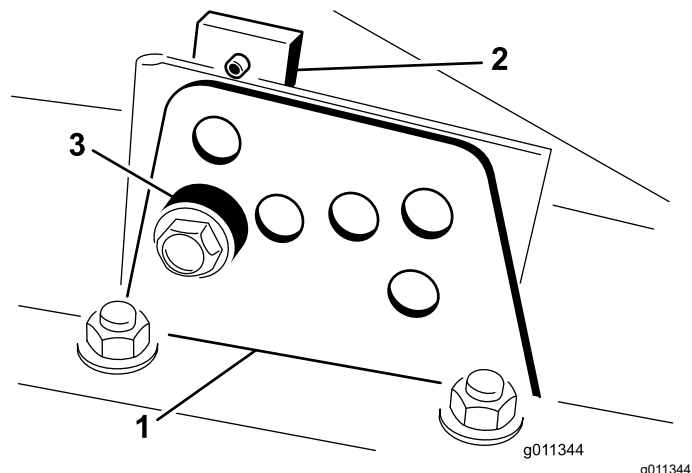

Рисунок 21
и боковых сторон), как показано на Рисунок 21.
- Удерживая камеру, снимите проставку (Рисунок 21).